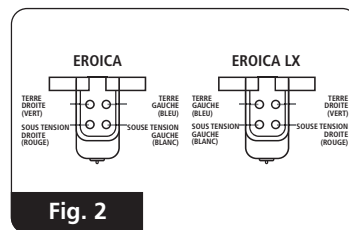

Fig. 2
(2) Branchements. Les broches de contact sont facilement identifiables grâce au code de couleurs correspondant aux normes internationales. Raccorder les quatre conducteurs aux broches correspondantes de la tête de lecture (voir fig 2).